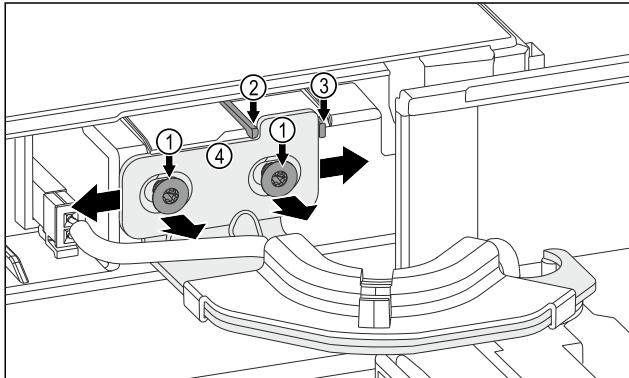

Fig. 11
- Beide Schrauben Fig. 11 (1) lösen.
- Tür nach rechts verschieben: Sicherungsnoppe Fig. 11 (3) entfernen.
- Tür nach links verschieben: Sicherungsnoppe Fig. 11 (2) entfernen.
- Endposition der Tür ist erreicht: Beide Schrauben Fig. 11 (1) festschrauben.